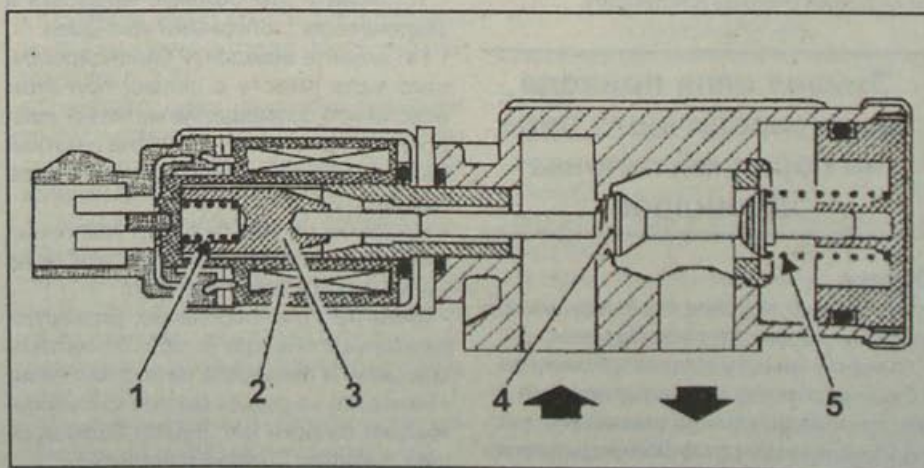

Рис. 2.3. Клапан регулирования холостого хода:
Воздушный канал закрыт, плунжер (4, рис. 2.3) сдвинут в направлении обмотки (3) пружиной (5), сердечник (2) прижат к плунжеру клапана маленькой пружиной (1).